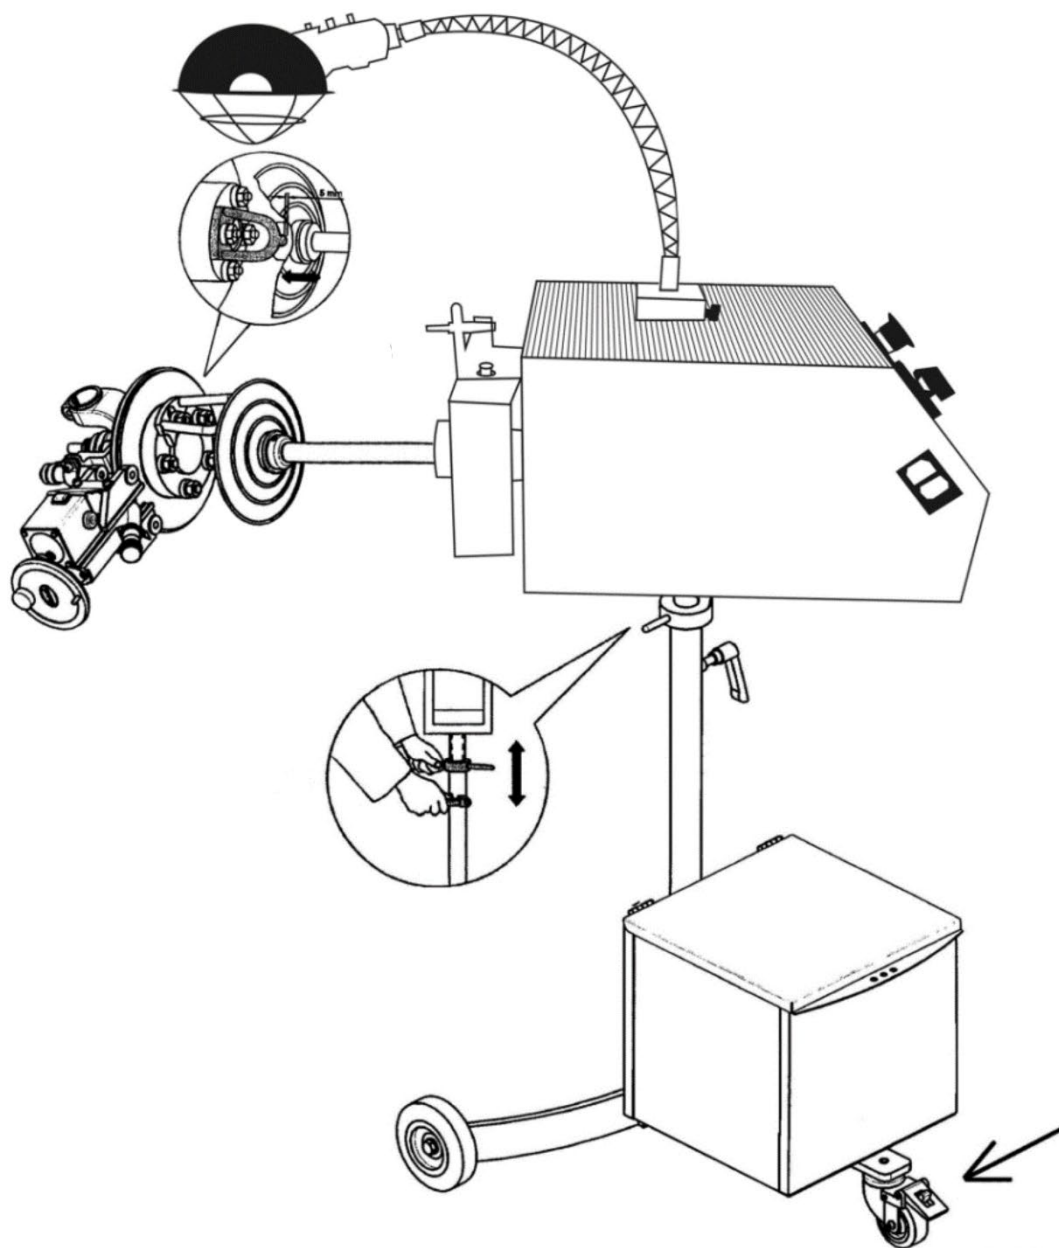

Рисунок 25
**7.6.3** При необходимости подложите шайбу между универсальным кронштейном и отверстием для крепления тормозного суппорта (рис. 25), чтобы блок проточки был установлен согласно (рис. 25, 26).
**7.7.3** Ослабьте фиксирующую ручку на пол оборота (рис. 25)
**7.7.5** Пододвиньте приводную скобу к приводному адаптеру, оставив зазор 5 мм (рис. 25).
**7.8.5** Проведите финальную регулировку высоты для уменьшения вибрации (рис. 25).